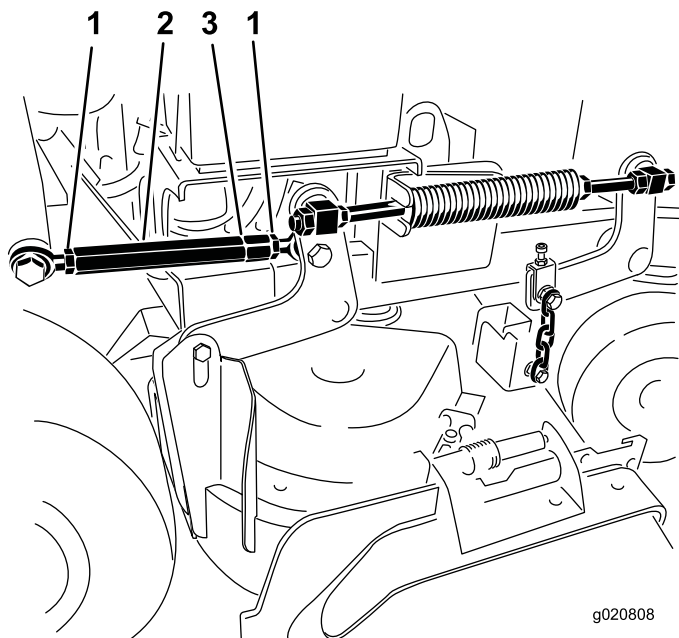

Figura 87
5. Allentate i controdadi a entrambe le estremità del tenditore (Figura 87).
Nota: L'estremità del tenditore su cui è visibile una scanalatura ha filetti sinistrorsi (Figura 87).